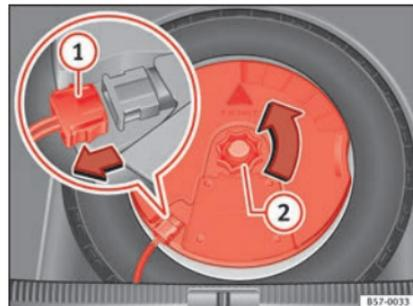

Fig. 249 Dans le coffre à bagages : démonter le subwoofer.
- Déconnectez le câble du haut-parleur *subwoofer* » fig. 249 ①.
- Dévissez la molette de fixation en la tournant dans le sens inverse des aiguilles d'une montre ②.